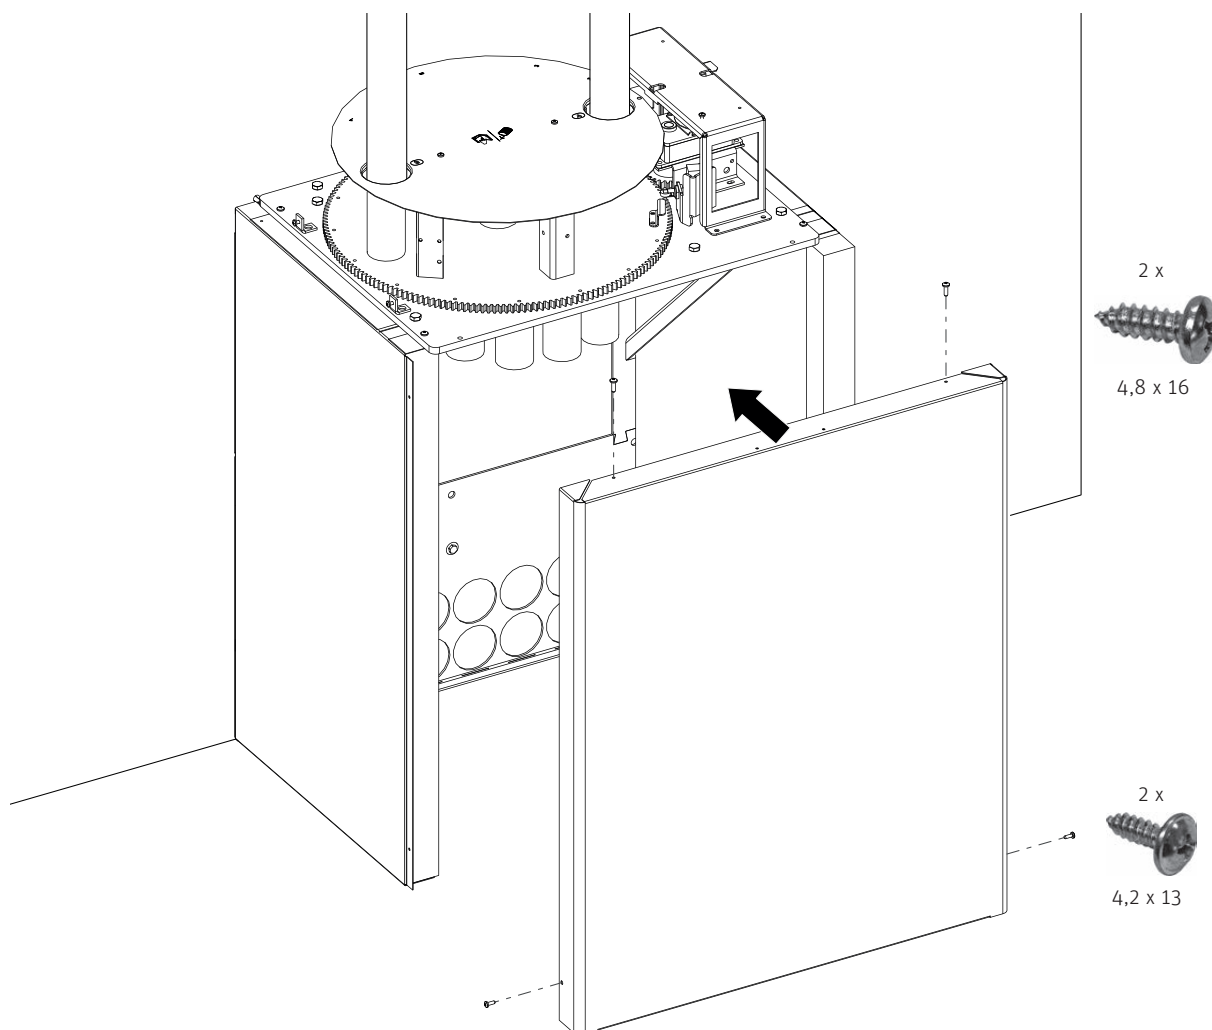

Fig. 32 Montage de la partie frontale
- Fixer la partie frontale dans le haut avec 2 vis à tôle 4,8 x 16 et latéralement avec 2 vis à tôle 4,2 x 13 – Fig. 32.